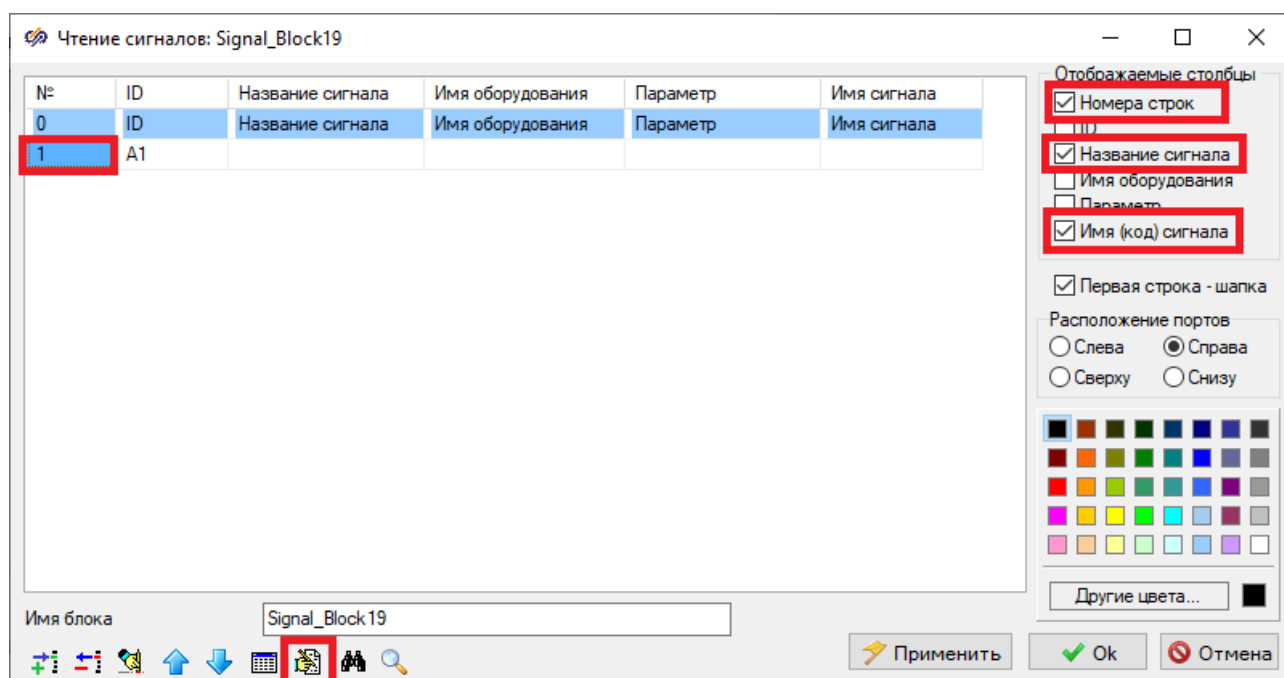

Рисунок 5.6.1. Окно редактора списка сигналов для блока «Вход алгоритма».
- 1) Выделите на схеме блок «**Вход алгоритма**» и вызовите для него окно редактора списка сигналов двойным нажатием левой кнопки мыши (Рисунок 5.6.1).